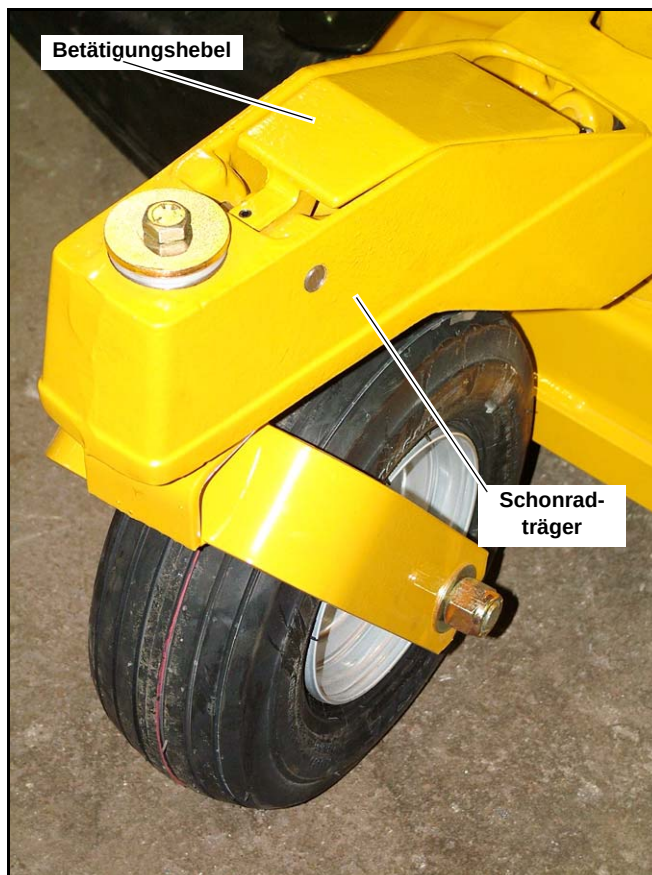

Abb. 3-21
2. Ziehen Sie die Hebelklappe am Schonrad nach oben und vorn und heben Sie das tiefere Rad auf die gewünschte Höhe. (Abb. 3-21). Beide Schonräder sollten jetzt für einen gleichmäßigen Schnitt auf gleicher Höhe sein.